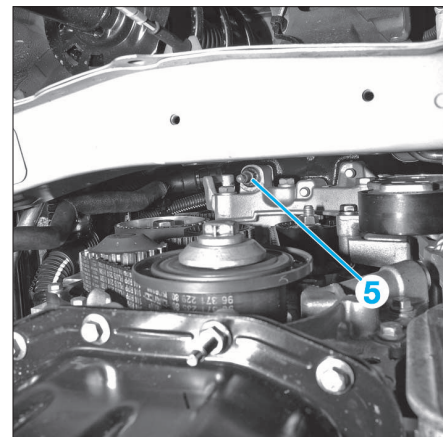
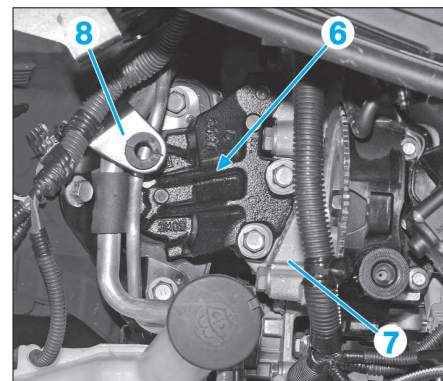

FIG. 28
FIG. 29
- Déposer l'écrou (5) (Fig.28).
- Déposer le support inférieur de vase d'expansion (8).
- Déposer le support (6) et (7) (Fig.29).